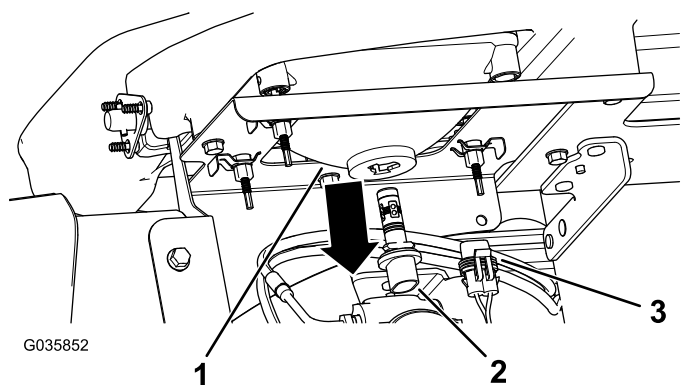

Figura 49
3. Desligue o conector elétrico para a cablagem do conector do conjunto da lâmpada, na parte de trás do compartimento do farol (Figura 49).
4. Rode o conjunto da lâmpada ¼ de volta para a esquerda e mova-o para trás, para fora do compartimento do farol (Figura 49).
- no conjunto da lâmpada com as ranhuras no compartimento do farol (Figura 49).
- Fixe o conjunto da lâmpada rodando-o 1/4 de volta para a direita (Figura 49).
- Ligue o conector elétrico para a cablagem ao conector do novo conjunto da lâmpada (Figura 49).